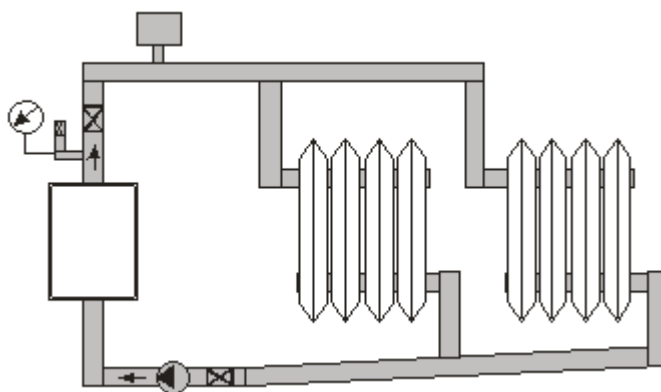

Рис. 5
Внимание! При эксплуатации прибора запрещается полностью или частично перекрывать шаровые вентили на входе и выходе из котла (см. рис. 5).
зовать циркуляционный насос, установленный на "входе" в прибор (рис. 5). При этом мощность насоса, подключенного к клеммной колодке прибора не должна превышать 0,5кВт.
7.1.9 На "входе" и "выходе" прибора устанавливаются шаровые вентили G ¾ " (рис. 5), применяемые при демонтаже, ремонте и техническом обслуживании прибора.